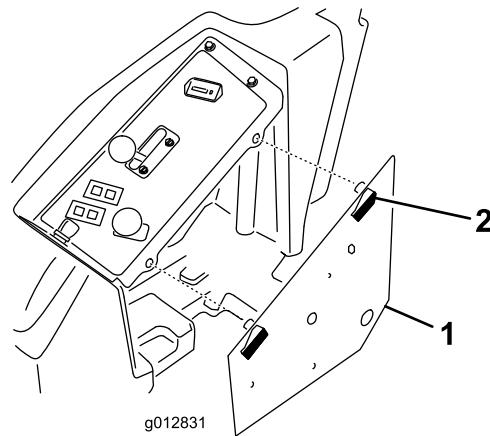

Figure 22
4. Déverrouillez le couvercle du panneau de commande et écartez-le (Figure 22).
6. Déverrouillez le couvercle du panneau de commande et écartez-le (Figure 22).